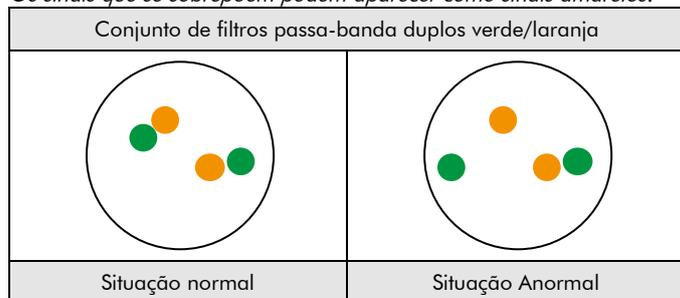

Fig. 2: Resultados esperados em núcleos normais e anormal
**Situação normal:** Nas interfases de células normais ou de células sem uma translocação que envolva a região do gene MAML2, aparecem dois sinais de fusão verde/laranja (ver Fig. 2).
**Situação anormal:** Uma região do gene MAML2 afectada por uma translocação é indicada por um sinal verde separado e um sinal laranja separado (ver Fig. 2).